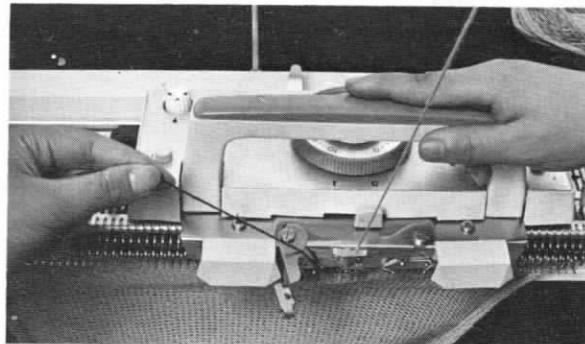

Fig. 85
**1a pasada:** Enhebrar el color de base en un alimentador. Con la mano izquierda llevar la lana fina color 2 de forma a que la guie el distribuidor auxiliar izquierdo (Fig. 85).
- b) La lana que ha de ser llevada por el distribuidor auxiliar no debe enhebrarse nunca en el guía-hilos principal. Se llevará siempre con la mano izquierda (ver Fig. 85).